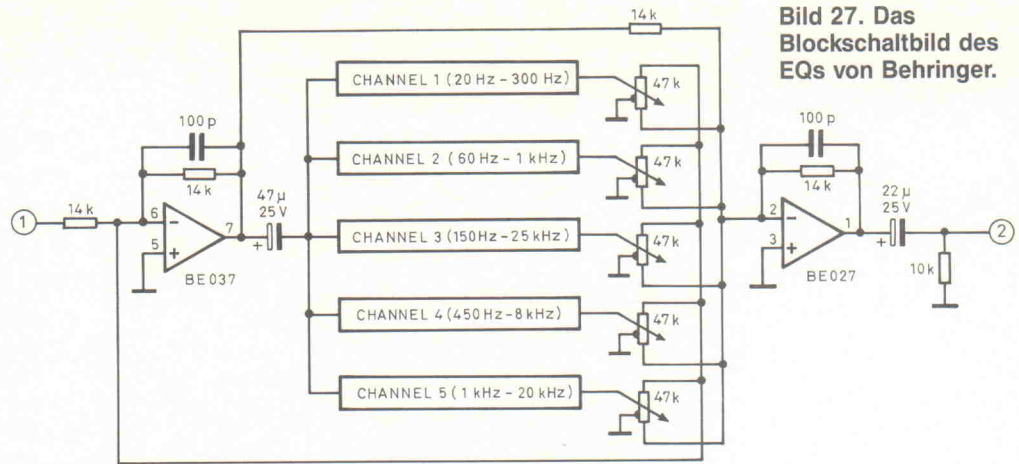

Bild 27. Das Blockschaltbild des EQs von Behringer.
Bild 27 zeigt den parallelen Filteraufbau mit doppeltem Summierer für H. Die Potis für selbige Funktion besitzen Mittelanschlüsse nach Masse, so daß die  $\pm 0$ -dB-Stellung garantiert wird. Die Aufteilung in fünf Frequenzbänder hat mehrere Gründe:
- Bild 27/28: Behringer Parametric